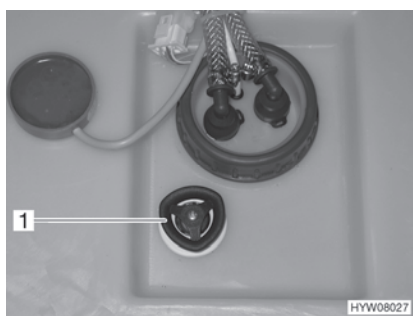

Fig. 112 Réservoir d'eau avec poignée tournante
- Faire tourner à fond dans le sens des aiguilles d'une montre la poignée tournante (Fig. 112,1) située sur le réservoir d'eau.
- Faire tourner la poignée tournante (Fig. 112,1) située sur le réservoir d'eau dans le sens inverse des aiguilles d'une montre jusqu'à ressentir une résistance. L'eau s'écoule, env. 20 litres restent.